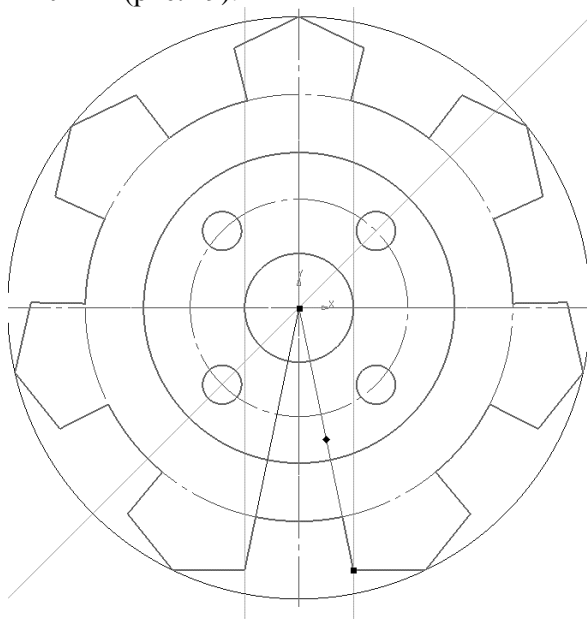

Рис. 29. Удаление элементов при помощи команды «сечь кривую»
2.4.6 Удалить элементы между выступами. В компактной панели активируем вкладку **Редактирование** и выбираем команду **Усечь кривую**. Удаляем лишние элементы, щелкнув по нужной части линии ЛКМ (рис. 29).